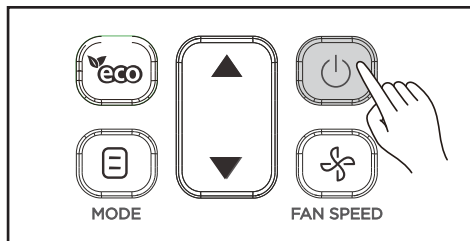

Figura 3.3
1. Pressione  (consulte a Figura 3.3) e o controle remoto exibe o ícone  no mostrador. A unidade interna começa a funcionar;